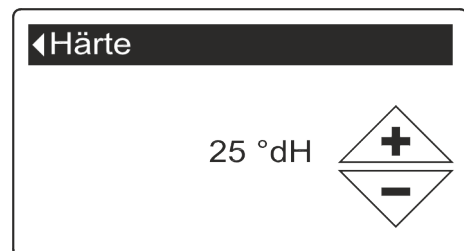

Abb. 53: Menüpunkt Härte
5. oder betätigen, bis die zuvor ermittelte Wasserhärte eingestellt ist (Abb. 53).